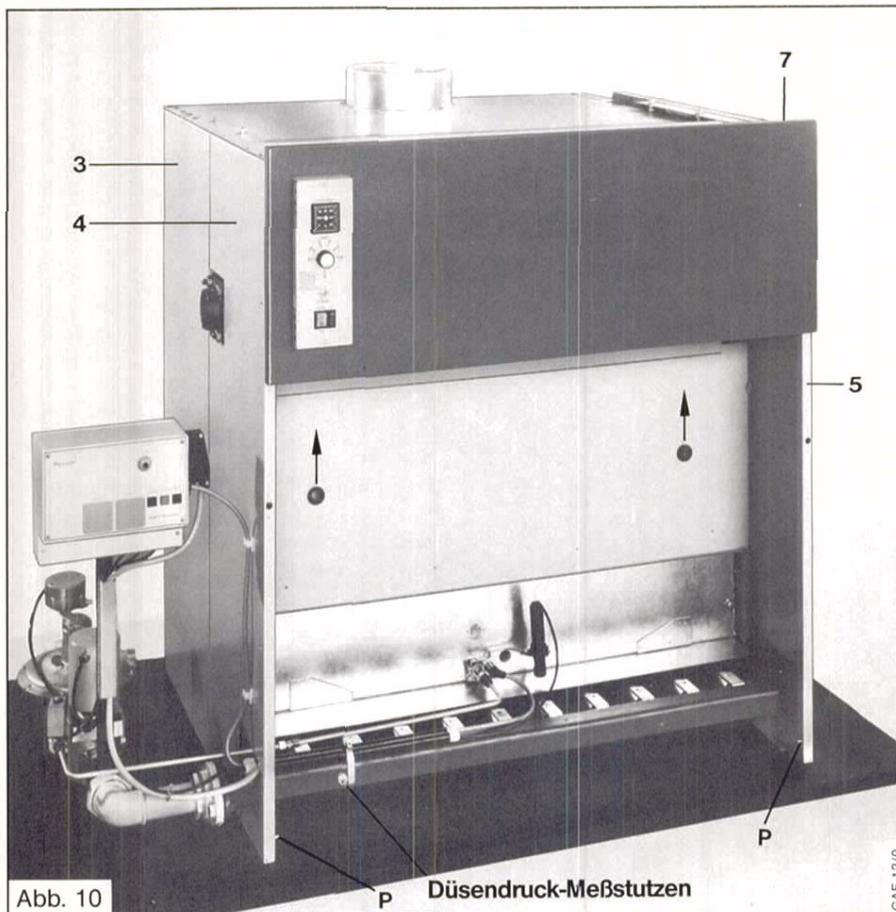
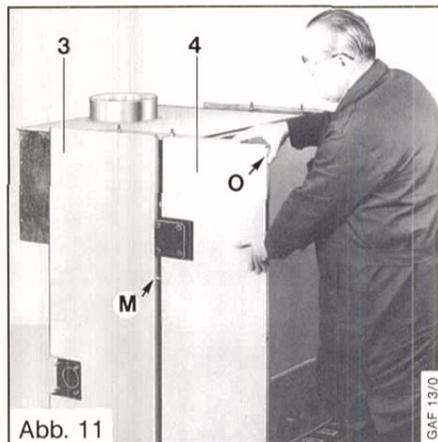
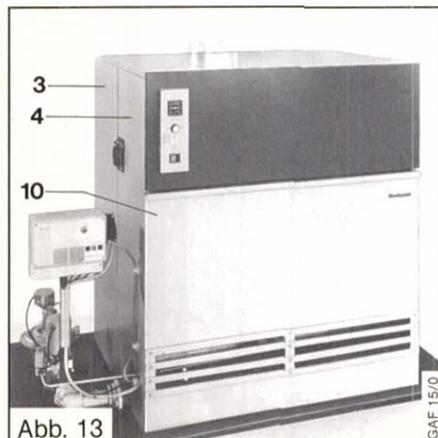

Abb. 10
Abb. 11
Abb. 13
Mantelblech, seitlich (3), Abb. 10, auf die Stifte (L), Abb. 7, der Winkelleiste stellen und oben mit 2 Blechschrauben am Halblech verschrauben. Fassonschrauben (M), Abb. 11, von Mantelblech seitlich (3) in Blech (4) stecken, oben mit 1 Blechschraube am Halblech und unten bei (N), Abb. 7, mit 1 Kreuzschlitzschraube M5 an der Winkelleiste befestigen.
Mantelblech, vorn (7) in die Schrauben (0), Abb. 11, von Blech (4) links und Blech (5) rechts so einhängen, daß der Ausschnitt für die Instrumententafel auf der Vorlaufanschlußseite liegt. Schutzkasten und Instrumententafel (VE Instrumententafel) in Blech (7) montieren und Temperaturfühler in vorgesehenes Schutzrohr einstecken und sichern.
2 Fassonschrauben oben in Mantelblech, vorn (10), Abb. 13, einschrauben. Blech mit den seitlichen Haken unten, schräg nach vorn geneigt, auf die Stifte (P), Abb. 10, stellen und an die Bleche (4) links und (5) rechts andrücken. Fassonschrauben müssen einrasten.
Zündbrenner an Brennerplatte montieren, und zwar bei Vollautomatik wie dargestellt immer mittig, Abb. 10. Nicht benötigte Öffnungen mit beigegebenen Blechen verschließen.
Zündgasleitung auf erforderliche Länge gekürzt verlegen, Abb. 10.